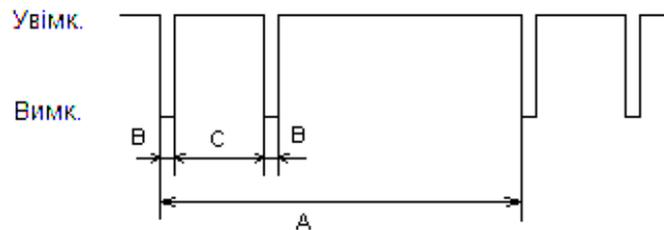

Рисунок 7 – мигання індикатора згасаннями
- мигає подвійними згасаннями з інтервалом  $A = 1$  с;  $B = 0,1$  с;  $C = 0,3$  с (дивись рисунок 7).